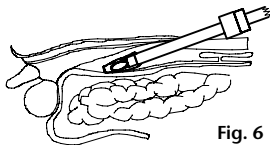

Fig. 6
2. Eventualmente applicare un lubrificante sterile sull'estremità distale del sistema palloncino e introdurla attraverso un accesso esistente nello spazio di lavoro extraperitoneale preparato. Sia durante l'introduzione del sistema palloncino che nel corso dell'intervento si raccomanda di prestare attenzione che il palloncino non venga danneggiato da altri strumenti. (Fig. 6)